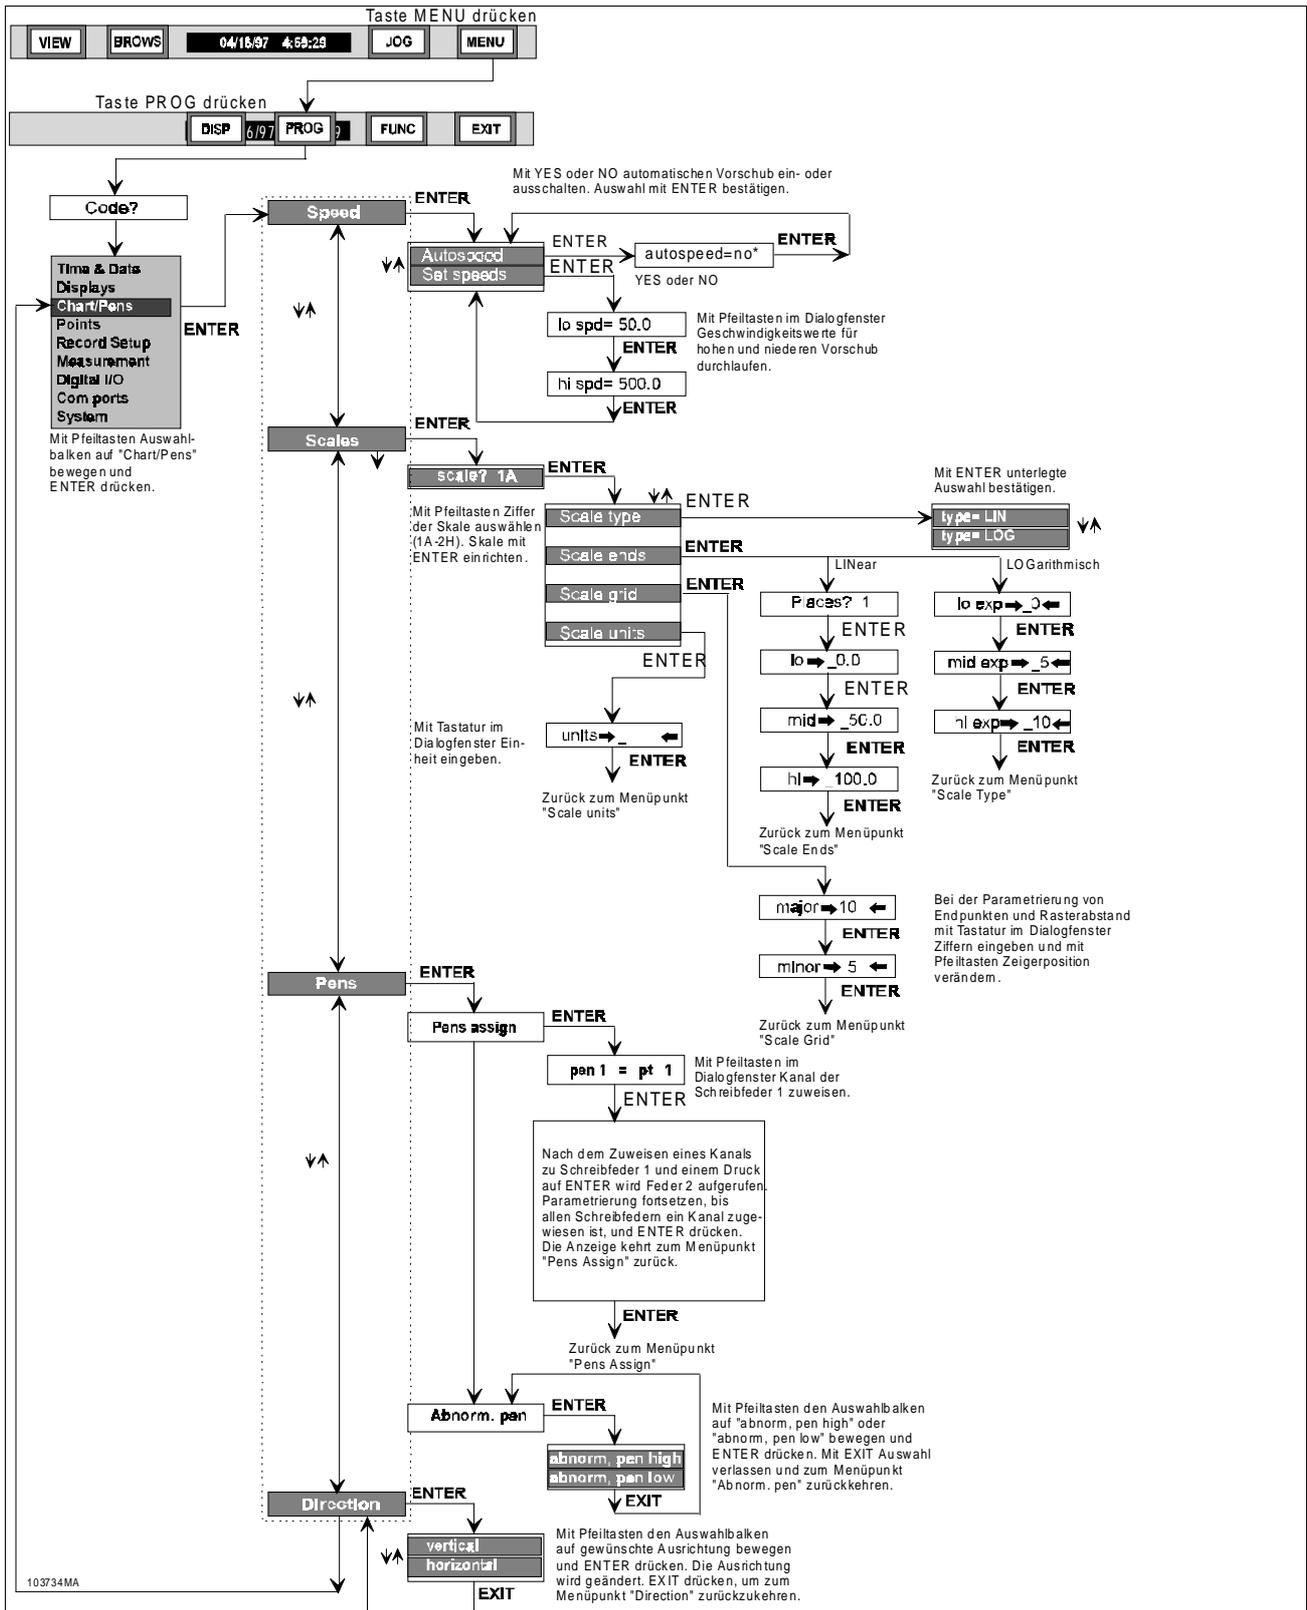
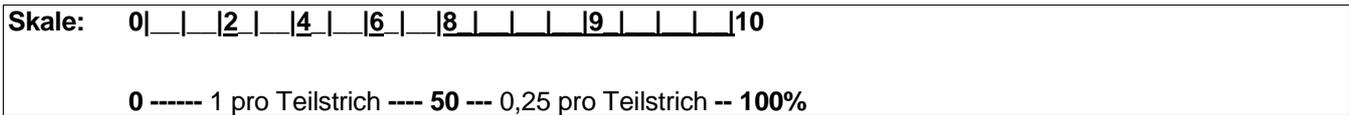

Bild 4-7 Ablaufdiagramm Menü "Chart/Pens"
Bild 4-9 Skale, Beispiel
4.5.1 Allgemeines. Über das Untermenü "Chart/Pens" können Sie Parameter einstellen, die Kurvenschriebe und Schreibfedern unmittelbar steuern. Zum Ablaufdiagramm siehe Bild 4-7. Jeder Menüpunkt ist wie folgt in weitere Abfragen unterteilt:
Weitere Einzelheiten entnehmen Sie bitte den folgenden Abschnitten und Bild 4-7.
A. Virtuellen Vorschub einstellen - Folgen Sie bei der Parametrierung den unten aufgeführten Schritten und Bild 4-7:
1. Skalentyp – Der Skalentyp kann linear oder logarithmisch sein. Bei linearen Skalen werden die Meßwerte linear über die gewählten Abschnitte interpoliert, bei logarithmischen über einen Zehnerlogarithmus. Beachten Sie beim Einstellen des Skalentyps die folgenden Anweisungen und das Ablaufdiagramm in Bild 4-7:
Er kann also einen Wertebereich vergrößern, indem der Mittelpunkt verschoben wird. Liegt beispielsweise der Wertebereich zwischen 0 und 10, der untere Endpunkt bei 0, der obere bei 10 und der Mittelpunkt bei 8, so werden in der unteren Hälfte des Schriebs Werte zwischen 0 bis 8, in der oberen dagegen 8 bis 10 abgebildet (siehe Bild 4-9). Damit umfaßt die obere Hälfte der Anzeige nur 20 % des Wertebereichs, hat also die vierfache Auflösung der unteren. Für lineare Skalen müssen Sie die Anzahl der Dezimalstellen eingeben. Beachten Sie bei der Definition linearer oder logarithmischer Skalenendpunkte die folgenden Anweisungen und das Ablaufdiagramm in Bild 4-7:
4. Skalenbeschriftung – Jede Skale kann mit einer bis zu fünf Zeichen langen Einheit beschriftet werden. Eine auf dem Schrieb abgebildete Skale wird in der darüberliegenden Zeile mit Skalensatz, Kennziffer und Einheit identifiziert. Die Skalenbeschriftung einschließlich der Einheit wird auch auf dem Datenträger abgelegt. Die gleiche Zeile kennzeichnet die schreibenden Federn mit der jeder Schreibfeder zugeordneten Kanal. Beachten Sie bei der Eingabe von Skalenbeschriftungen die folgenden Anweisungen und das Ablaufdiagramm in Bild 4-7:
A. Schreibfedern zuweisen - Beachten Sie beim Zuweisen von Schreibfedern die folgenden Anweisungen und das Ablaufdiagramm in Bild 4-7:
Beachten Sie beim Einstellen des Verhaltens bei abnormen Ereignissen die folgenden Anweisungen und das Ablaufdiagramm in Bild 4-7:
A. Ausrichtung einstellen - Beachten Sie beim Einstellen der Ausrichtung die folgenden Anweisungen und das Ablaufdiagramm in Bild 4-7: